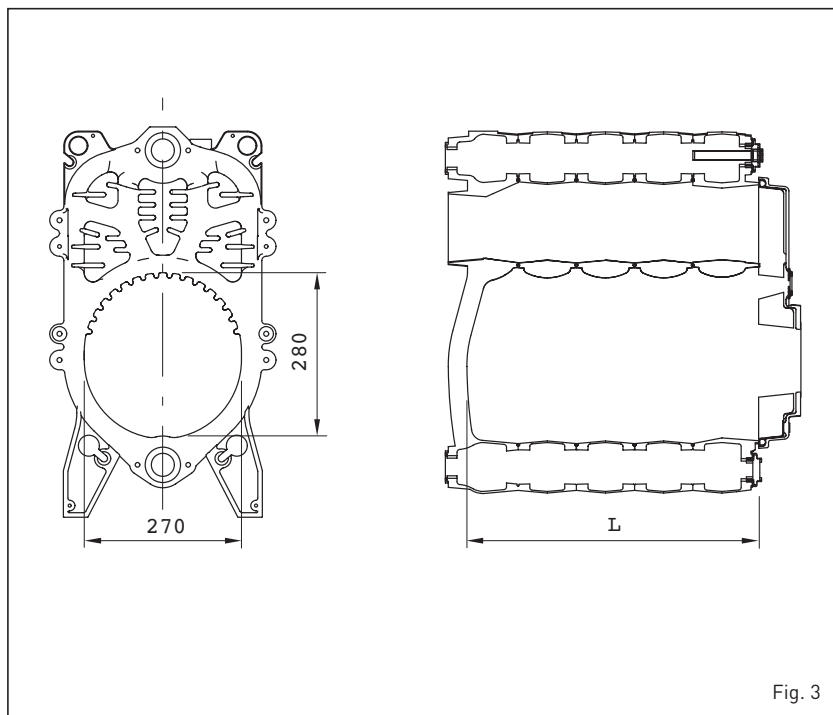

Fig. 3
1.6 CAMERA DI COMBUSTIONE (fig. 3)
La camera combustione è del tipo a passaggio diretto ed è conforme alla norma EN 303-3 allegato E. Le dimensioni della camera di combustione sono riportate in fig. 3.